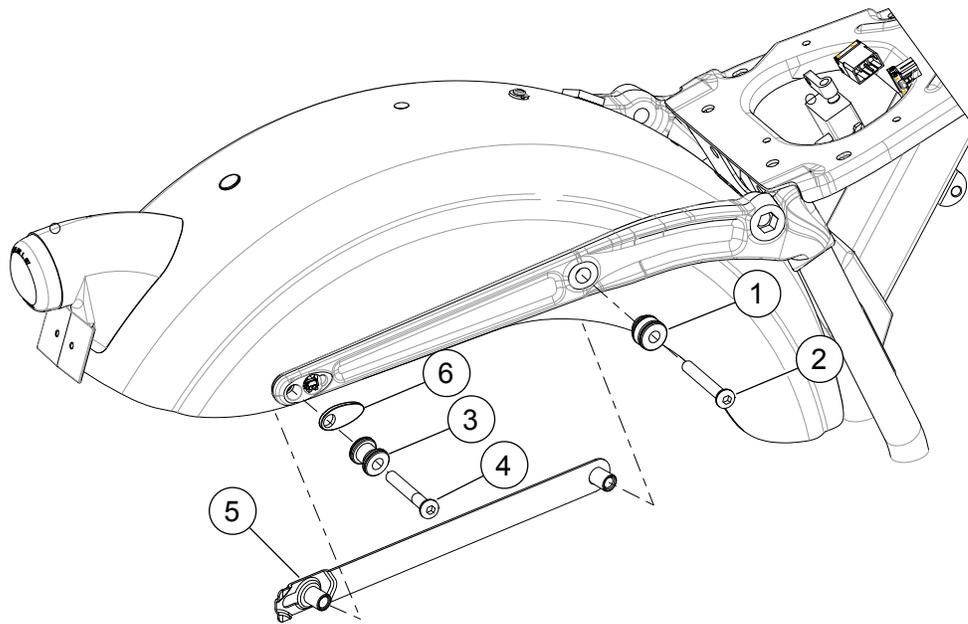

Figure 1. Pièces détachées : kit de visserie d'ancrage FXDB
Voir Figure 1 et Tableau 1.
2. Voir Figure 1 et Tableau 1. Appliquer du Loctite 243 (bleu) sur le boulon à tête bombée (2) avant l'installation. Placer le côté conique du galet d'ancrage avant (1) contre la jambe. Insérer le boulon à tête bombée (2) dans le galet d'ancrage, le garde-boue et le support de montage de garde-boue (5). Serrer à un couple de 16,3–24,4 N·m (12–18 ft-lbs).
3. Appliquer du Loctite 243 (bleu) sur le boulon à tête bombée (4) avant l'installation. Installer le couvercle d'entretoise encastré (6), le galet d'ancrage arrière (3) et le boulon (4) sur le support de montage de garde-boue et serrer à un couple de 16,3–24,4 N·m (12–18 ft-lbs).